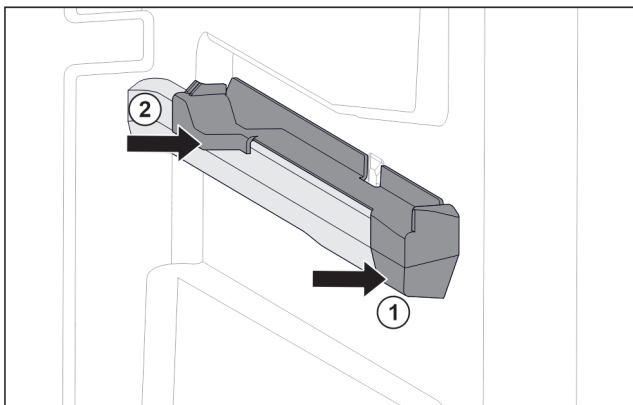

Fig. 151 Вставная часть на правом контейнерном ребре
- ▶ Наденьте вставную часть спереди на контейнерное ребро. Fig. 151 (1)
- ▶ Нажмите на вставную часть сзади. Fig. 151 (2)